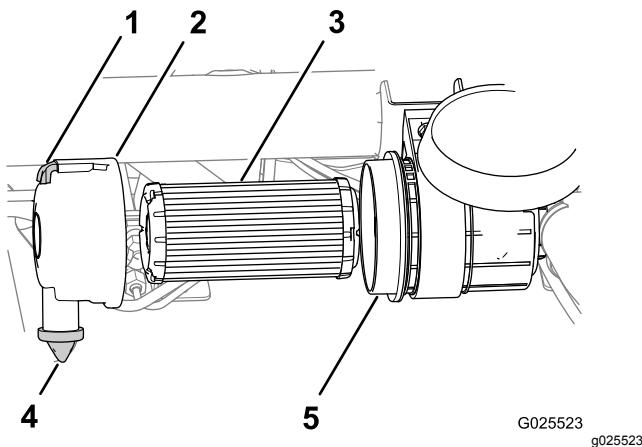

Рисунок 40
1. Потяните защелку наружу и поверните крышку воздушного фильтра против часовой стрелки (Рисунок 40).
3. Извлеките воздушный фильтр из корпуса (Рисунок 40).
4. Начисто протрите внутреннюю поверхность крышки и корпуса воздушного фильтра (Рисунок 40).
5. Снимите резиновый пылезащитный клапан с крышки (Рисунок 40).
6. Очистите канал для выброса грязи, расположенный в крышке воздухоочистителя, полость пылезащитного клапана и замените пылезащитный клапан (Рисунок 40).
8. Вставьте новый воздушный фильтр, нажимая с небольшим усилием на наружный обод фильтра, чтобы посадить его в корпус воздушного фильтра (Рисунок 40).
9. Совместите крышку воздушного фильтра с пылезащитным клапаном в положении «на 6 часов», если смотреть с левого конца крышки (Рисунок 40).
10. Зафиксируйте защелку крышки воздушного фильтра (Рисунок 40).